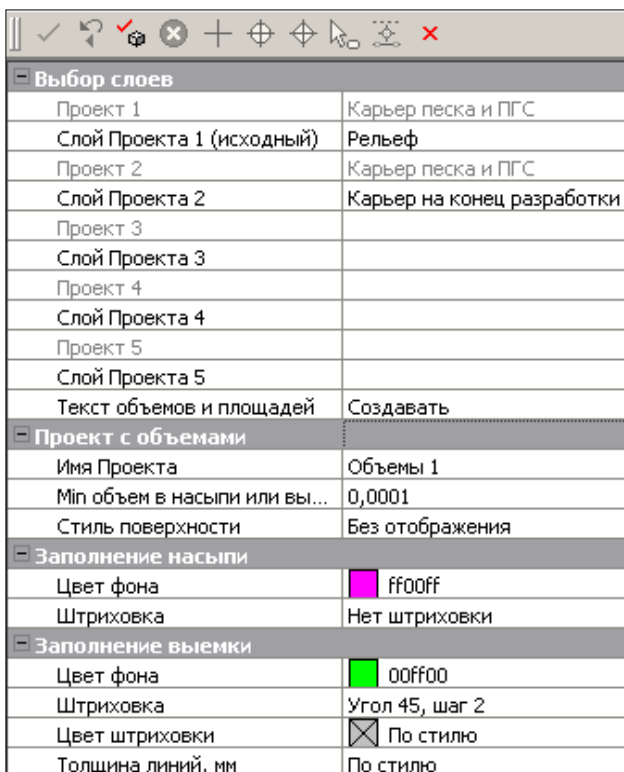

Рис. 7.2
- В открывшемся окне параметров выполните настройки в соответствии с рис. 7.2.